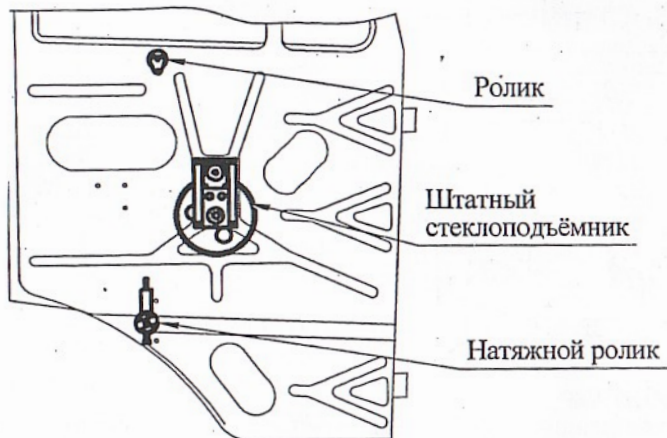

Рис. 1
6.3 Снять обивку дверей, штатные стеклоподъемники, ролики и натяжные ролики (см. рис.1).